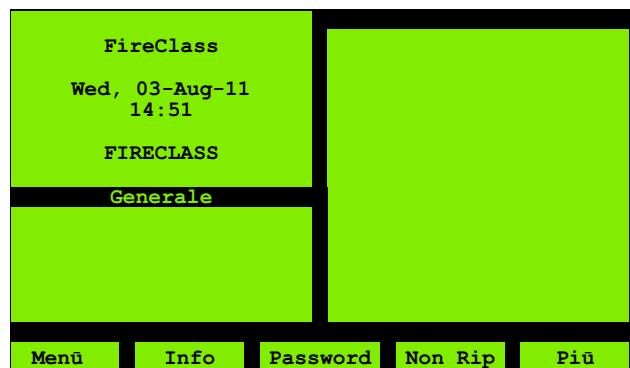

Fig. 2: Funzionamento normale
Se l'unità di controllo viene alimentata inizialmente senza guasti o allarmi nel sistema e con la chiave di abilitazione in posizione **OFF** (0), sul display LCD viene visualizzata una schermata come quella illustrata nella fig. 2.
- Il "testo del centrale" (configurabile; qui ad esempio **High Street Office** nella fig. 2).